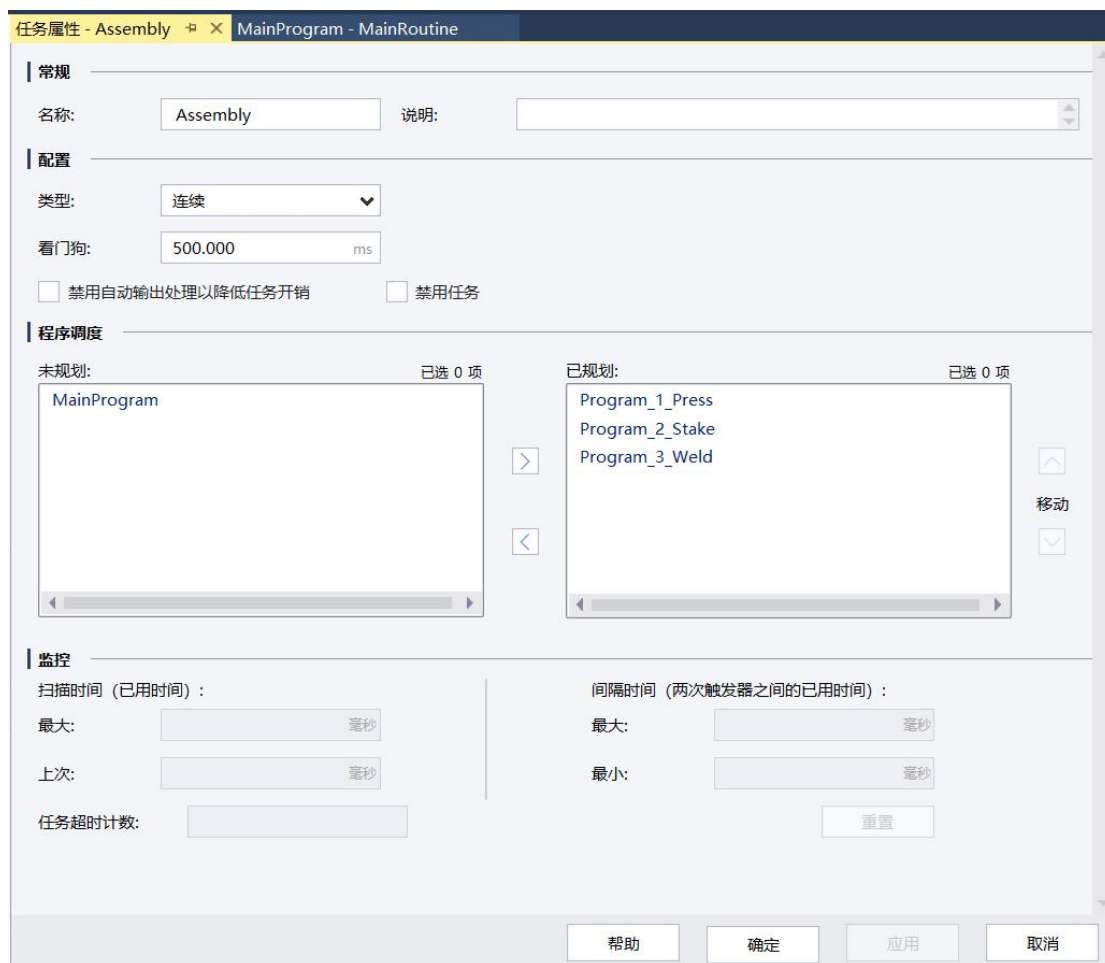

图 1-10 规划程序
7. 规划 Assembly（装配线）任务的程序。右键单击 Assembly 任务，从弹出的对话框中选择 属性，将 ICS Studio 自动创建的 MainProgram 程序左移到 未规划 列，规划后的程序如图 1-10 所示。